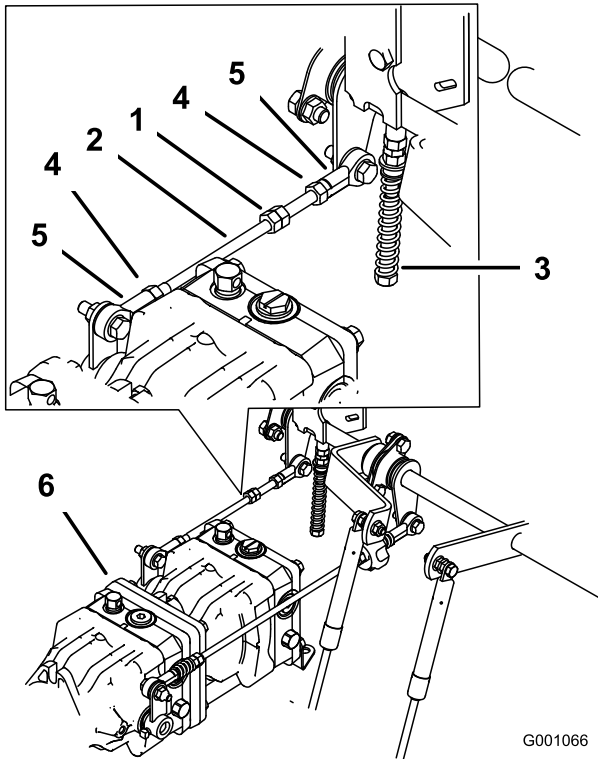

Bild 74
1. Lockern Sie die Sicherungsmuttern an den Kugelgelenken der Pumpsteuerungsstange (Bild 74).
3. Stellen Sie die Länge der Pumpstange ein, indem Sie die Doppelmutter an der Stange so weit in die entsprechende Richtung drehen, bis das Rad stillsteht oder sich leicht zurückdreht (Bild 74).
6. Ziehen Sie die Klemmmuttern an den Kugelgelenken fest (Bild 74).